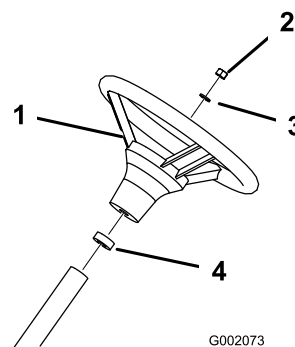

Figura 5
3. Fixe o volante ao eixo, utilizando a anilha e a porca (Figura 5). Aperte a porca a 24-29 Nm.